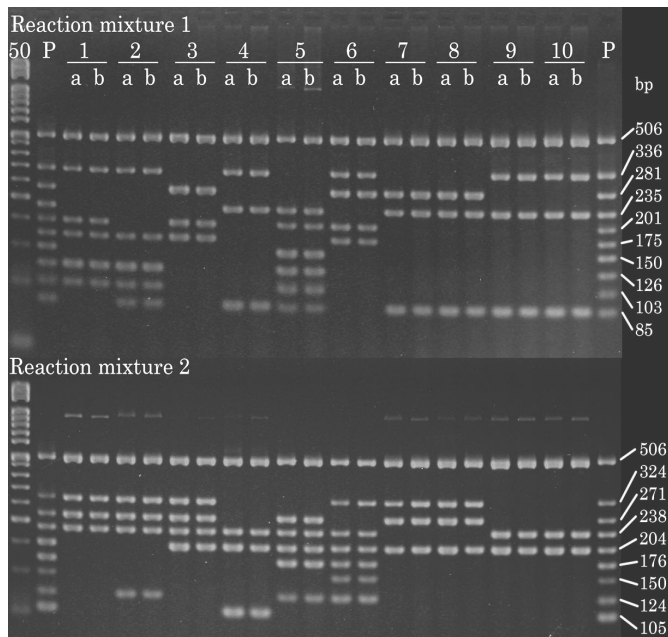

図1 電気泳動例
バンドパターンの読み取りは濃淡に関わらず目的サイズのバンドがある場合(1)、無い場合(0)を POT 値解析用エクセルシート※に入力して下さい。参考例として図1の電気泳動結果を解析した例を表3に示します。緑膿菌のPCR PCを除いた17個の増幅産物にはそれぞれPOT 1~2に分類されるPOT ナンバーが割り振られています。また、各POT ナンバーには表4のように1、2、4、8、16、32、64、128、256、512のPOT係数が割り振られています。本キットでは、識別性を向上させるためにバンドパターンをPOT 1値 - POT 2値からなるPOT型に変換します。POT 1値はPOT1-1~10で検出されたPOT係数の合計、POT 2値はPOT 2-1~7で検出されたPOT係数の合計となります。POT 1値 - POT 2値の組合せがPOT型となります。
表3 バンドパターンの読み取り (図1の電気泳動結果の場合)
表4 POT型 への変換方法例 (図1の菌株番号1 (ATCC® 27853))
- 菌株によっては非特異的なバンドが検出される場合があります。ポジティブコントロールで検出されるバンドサイズのみを判定基準として下さい(図1)。